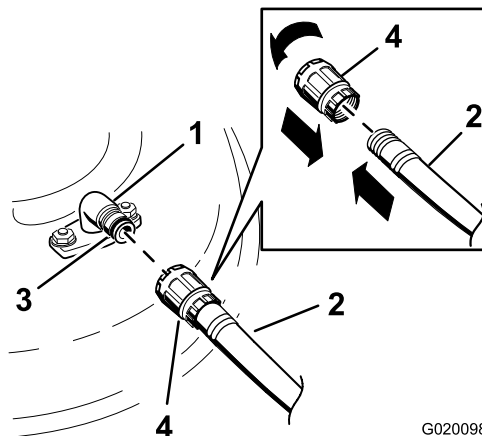

Figure 58
3. Branchez le raccord du tuyau d'arrosage à l'embout de lavage de la tondeuse et ouvrez l'eau en grand (Figure 58).